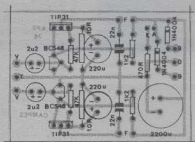

Fig. 3
- FIG. 3 - CHAPEADO DA MONTAGEM - O lado não cobreado do impresso mostra agora todos os principais componentes já posicionados, com os respectivos códigos, valores, indicativos de polaridades, etc., claramente marcados e estilizados, de modo que ninguém tenha dúvidas...